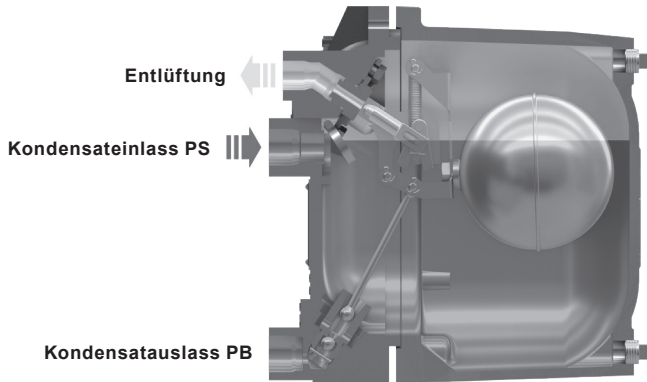

Abb. 7
Schritt 2 (Abb. 7)
Bei einigen temperaturgeregelten Anlagen kann der Systemdruck PS niedriger sein als der Gegendruck an PB (Abb. 7).